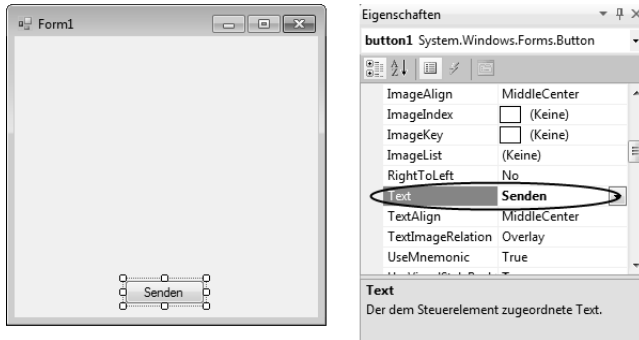

Abb. 5.31: Button positionieren und Text ändern
8. Markieren Sie den Button und verschieben Sie ihn auf die in Abb. 5.31 eingezeichnete Position. Im Anschluss setzen Sie im Fenster *Eigenschaften* den *Text* auf den Wert *Senden*. Dieser Schritt ist als optional anzusehen, da er keine zusätzliche Funktionalität hinzufügt, sondern lediglich der Benutzerfreundlichkeit dient.